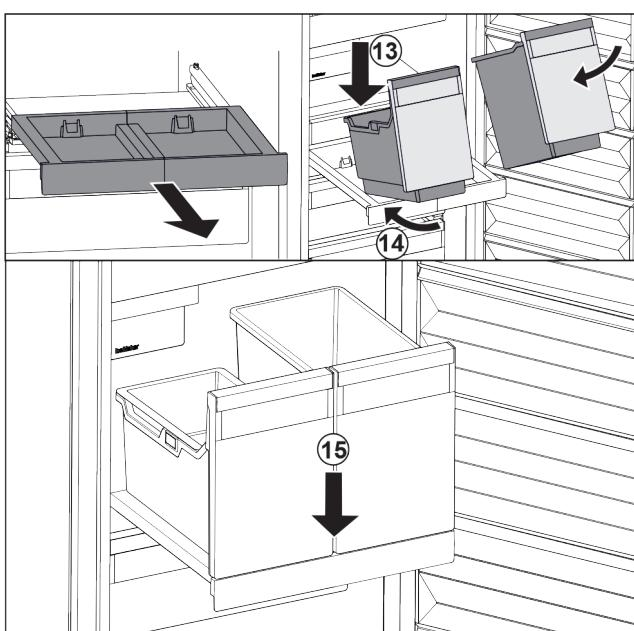

Fig. 86
- Nasadte nádobu šikmo na vysouvací desku. Fig. 86 (13)
- Zasuňte nádobu šikmo dozadu. Fig. 86 (14)
- Usadte vpředu nádobu. Fig. 86 (15)